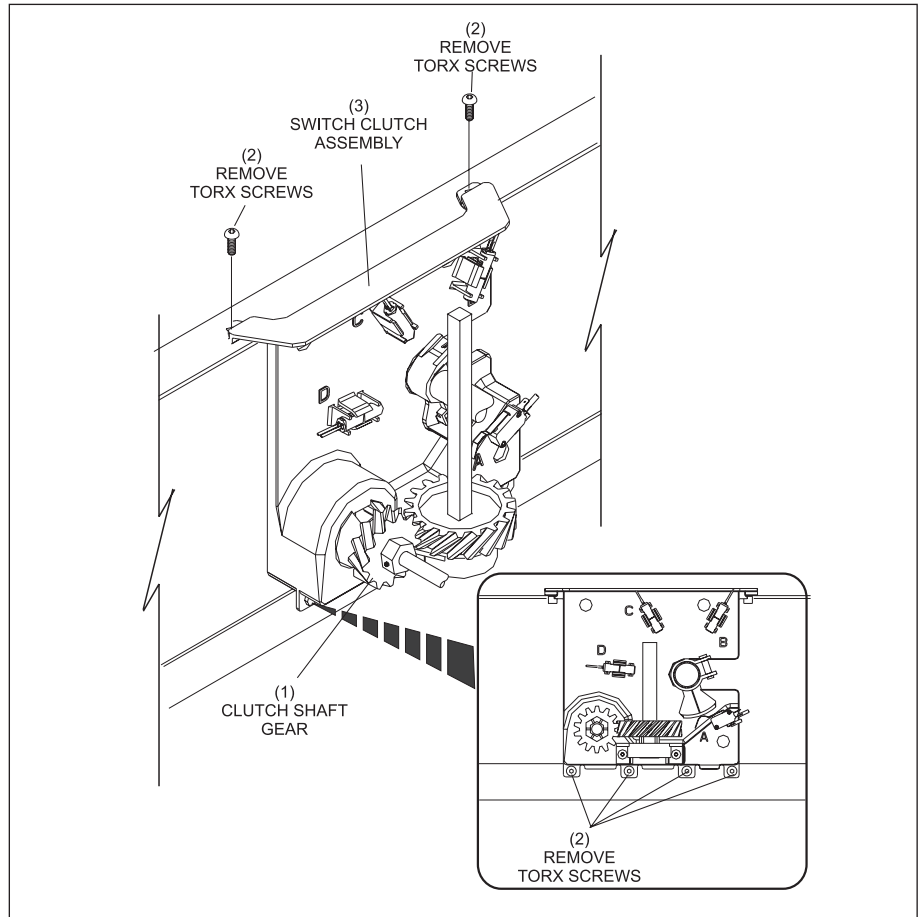

Abbildung 8-9. Entfernen der Befestigungsteile
1. Entfernen Sie die Torx-Schrauben, mit denen die Schaltergruppe am Stellautomatenrahmen befestigt ist. Siehe *Abbildung 8-9*.